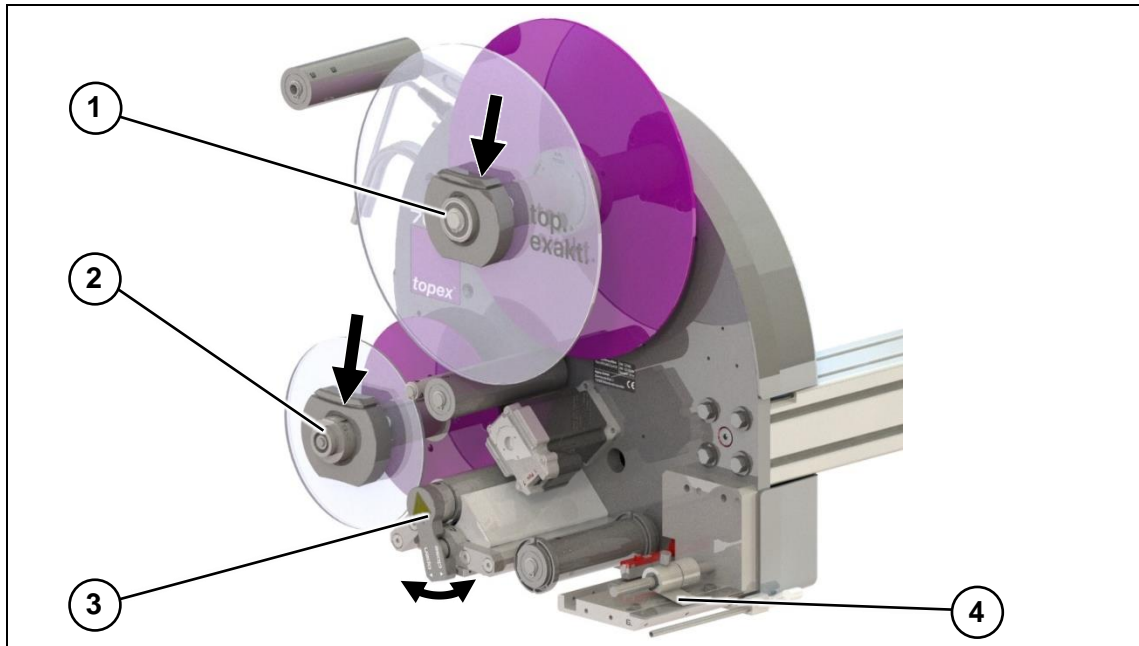

Abbildung 13 Etikettenrolle entfernen
- 2 Entfernen Sie die vordere Bordscheibe (Abbildung 13, Pos. 1) der Etikettenabwicklung, indem Sie den Klemmring gedrückt halten.
- 3 Heben Sie die Friktionsrolle ab, indem Sie den Hebel (Abbildung 13, Pos. 3) in Pfeilrichtung lösen.
- 4 Lockern Sie das Bremsblech (Abbildung 13, Pos. 4)
- 5 Entfernen Sie die vordere Bordscheibe (Abbildung 13, Pos. 2) der Trägerpapieraufwicklung, indem Sie den Klemmring gedrückt halten.
- 6 Setzen Sie die vorderen Bordscheiben (Abbildung 13, Pos. 1 + 2) auf die Rollenkerne auf, indem Sie die Klemmung gedrückt halten.
- 7 Legen Sie die Friktionsrolle wieder an, indem Sie den Spannhebel (Abbildung 13, Pos. 3) der Antriebseinheit arretieren.
- 8 Legen Sie das Bremsblech (Abbildung 13, Pos. 4) wieder an.